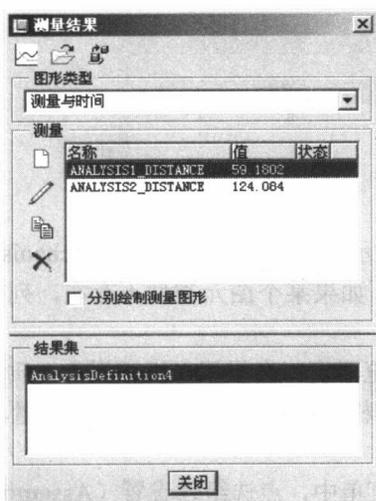

图 1-17 “测量结果”对话框
③ **测量 (Measures)** 测量有助于了解和分析移动机构所产生的结果, 并可提供用来改进机构的信息。单击此选项, 将弹出如图 1-17 所示的“测量结果 (Measure Results)”对话框。利用该对话框, 可以创建测量并且选取要显示的测量和结果集, 也可以对结果出图或将其保存到一个表中。